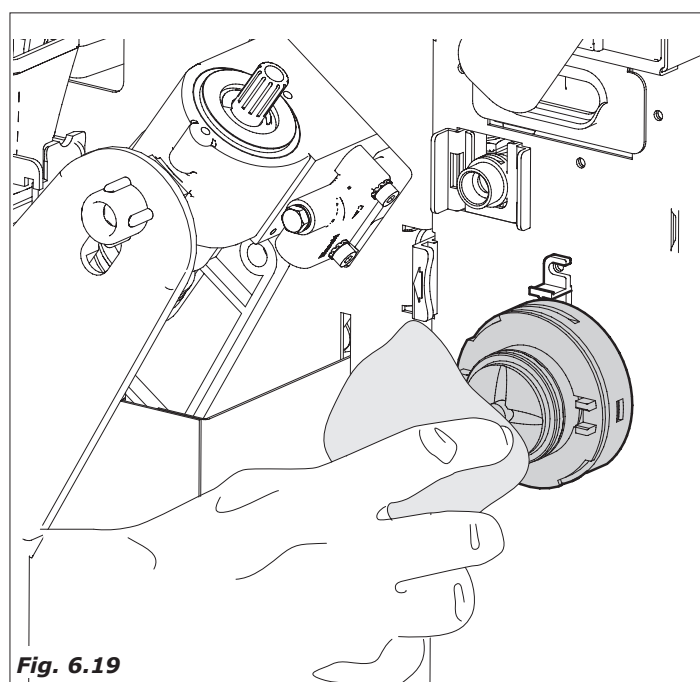

Fig. 6.19
- Con un panno imbevuto della soluzione pulire anche le basi dei frullatori (Fig.6.19).